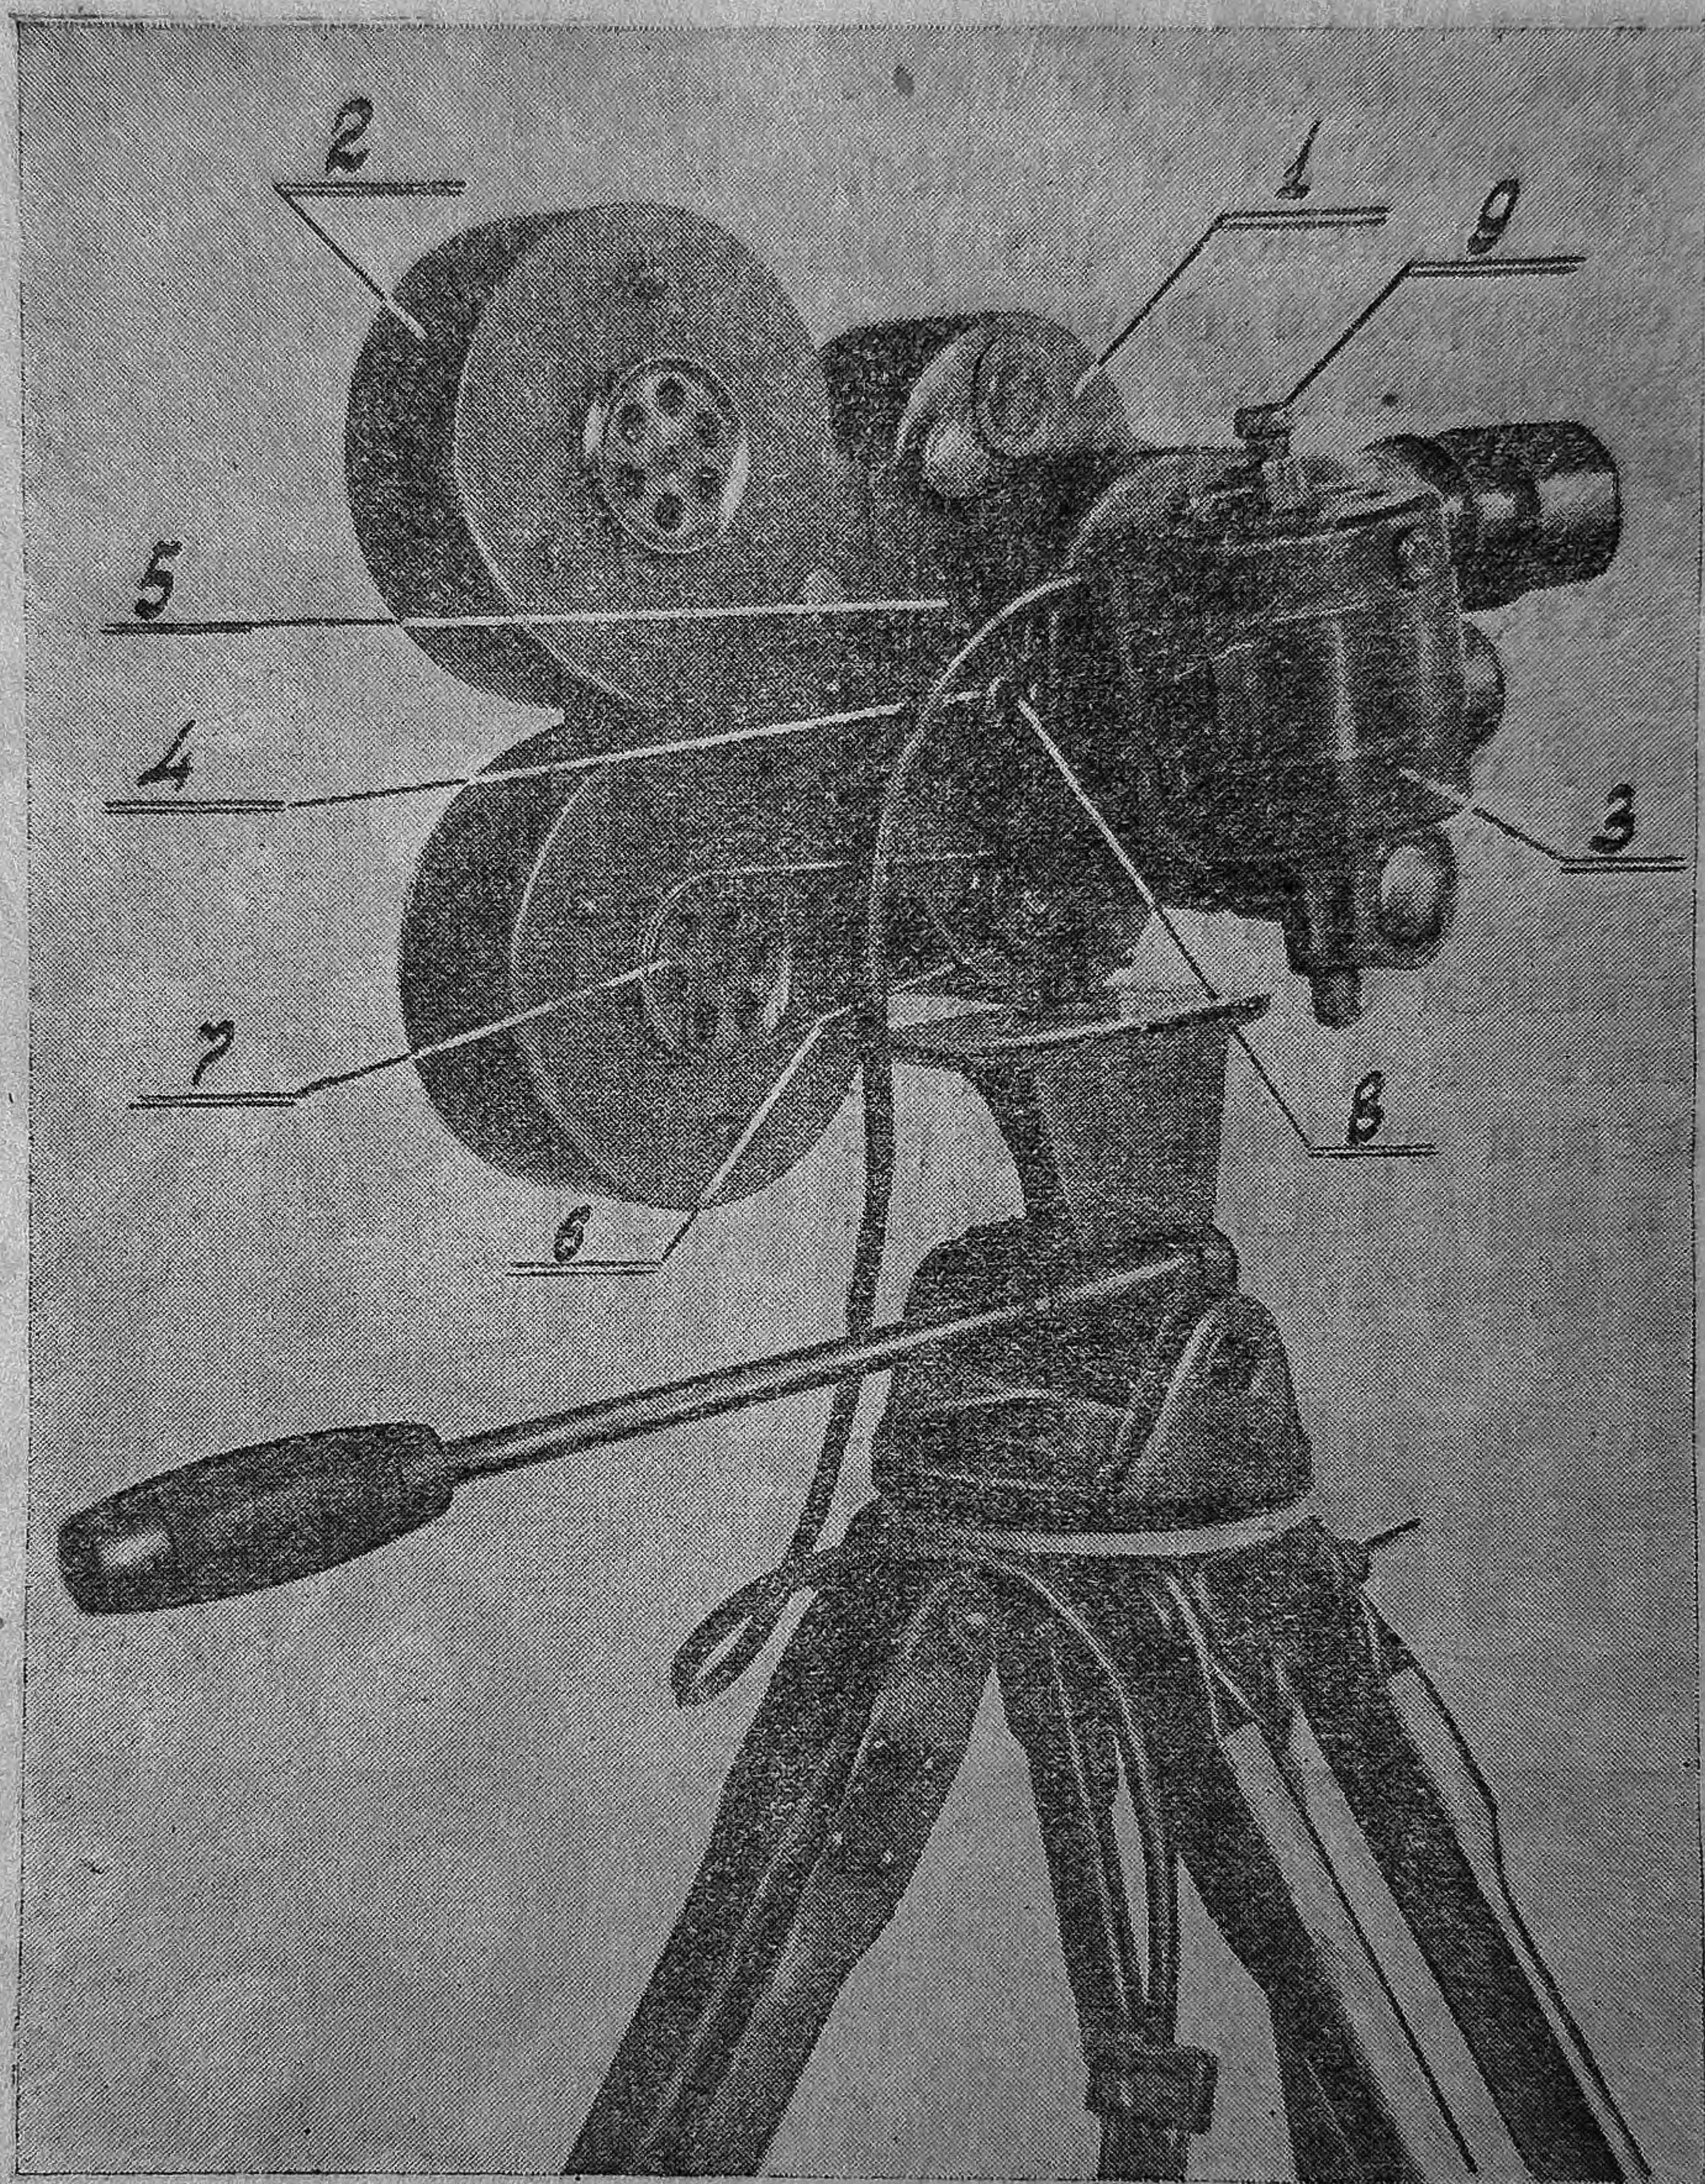
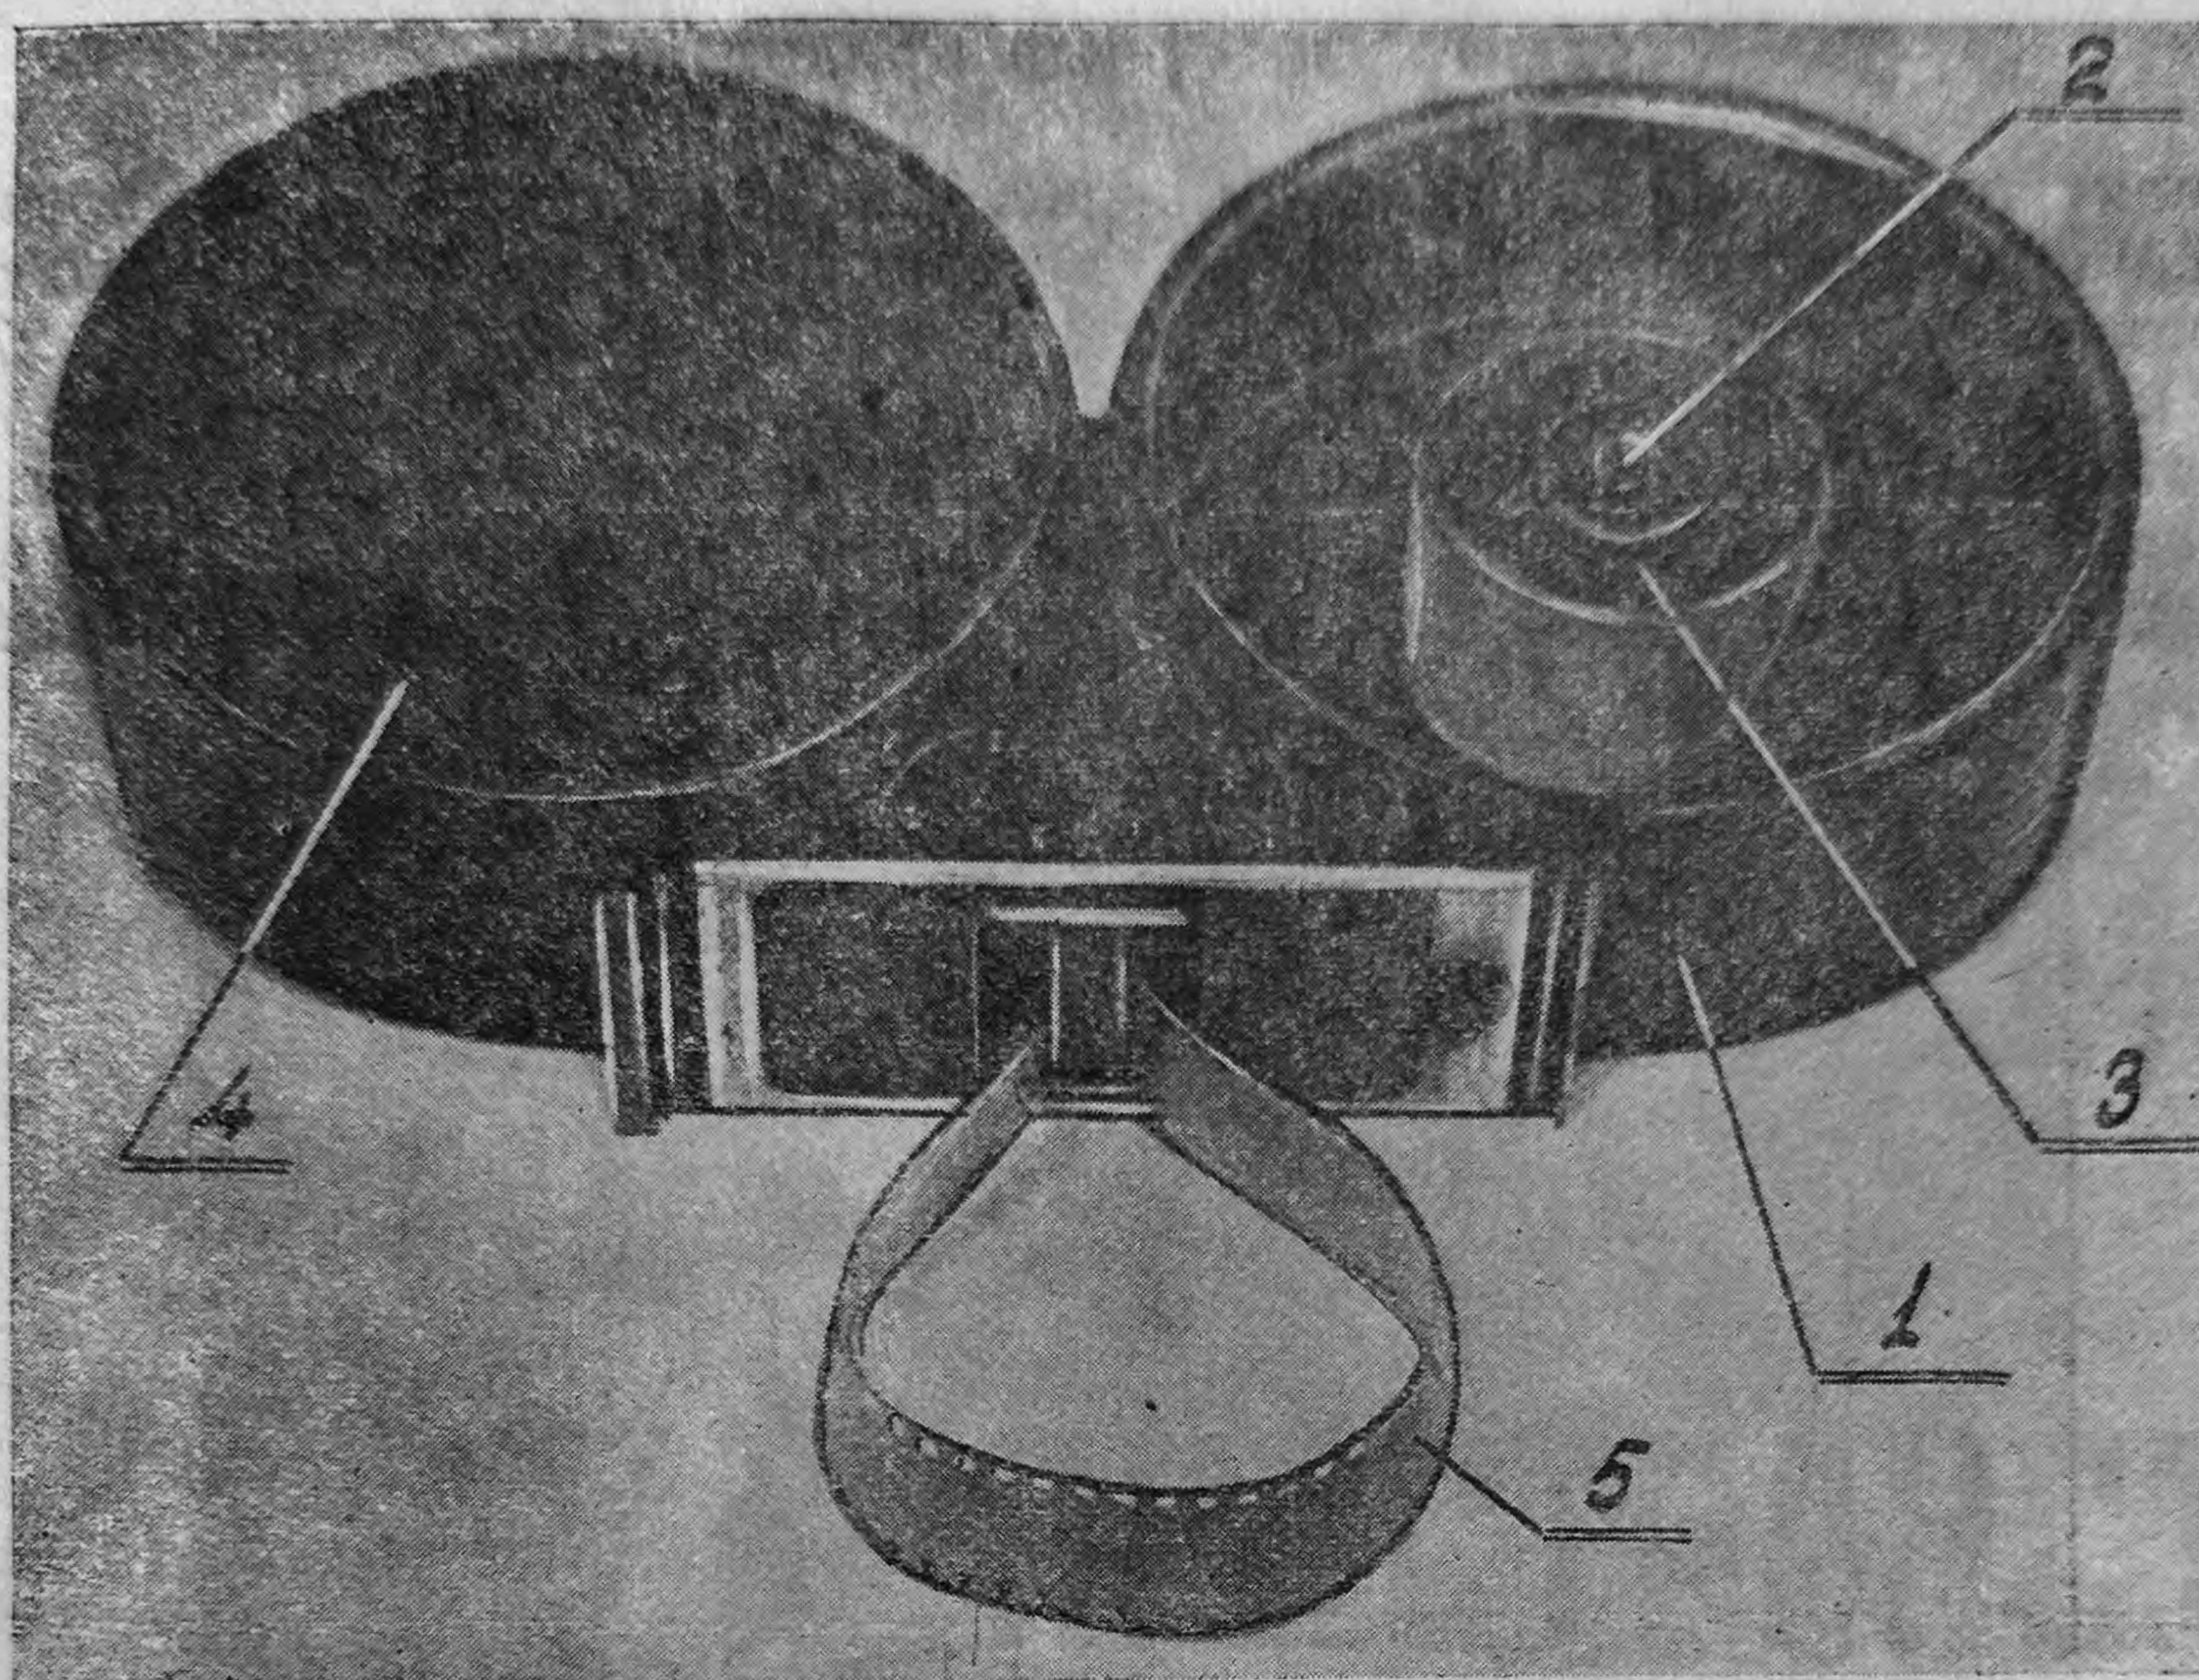
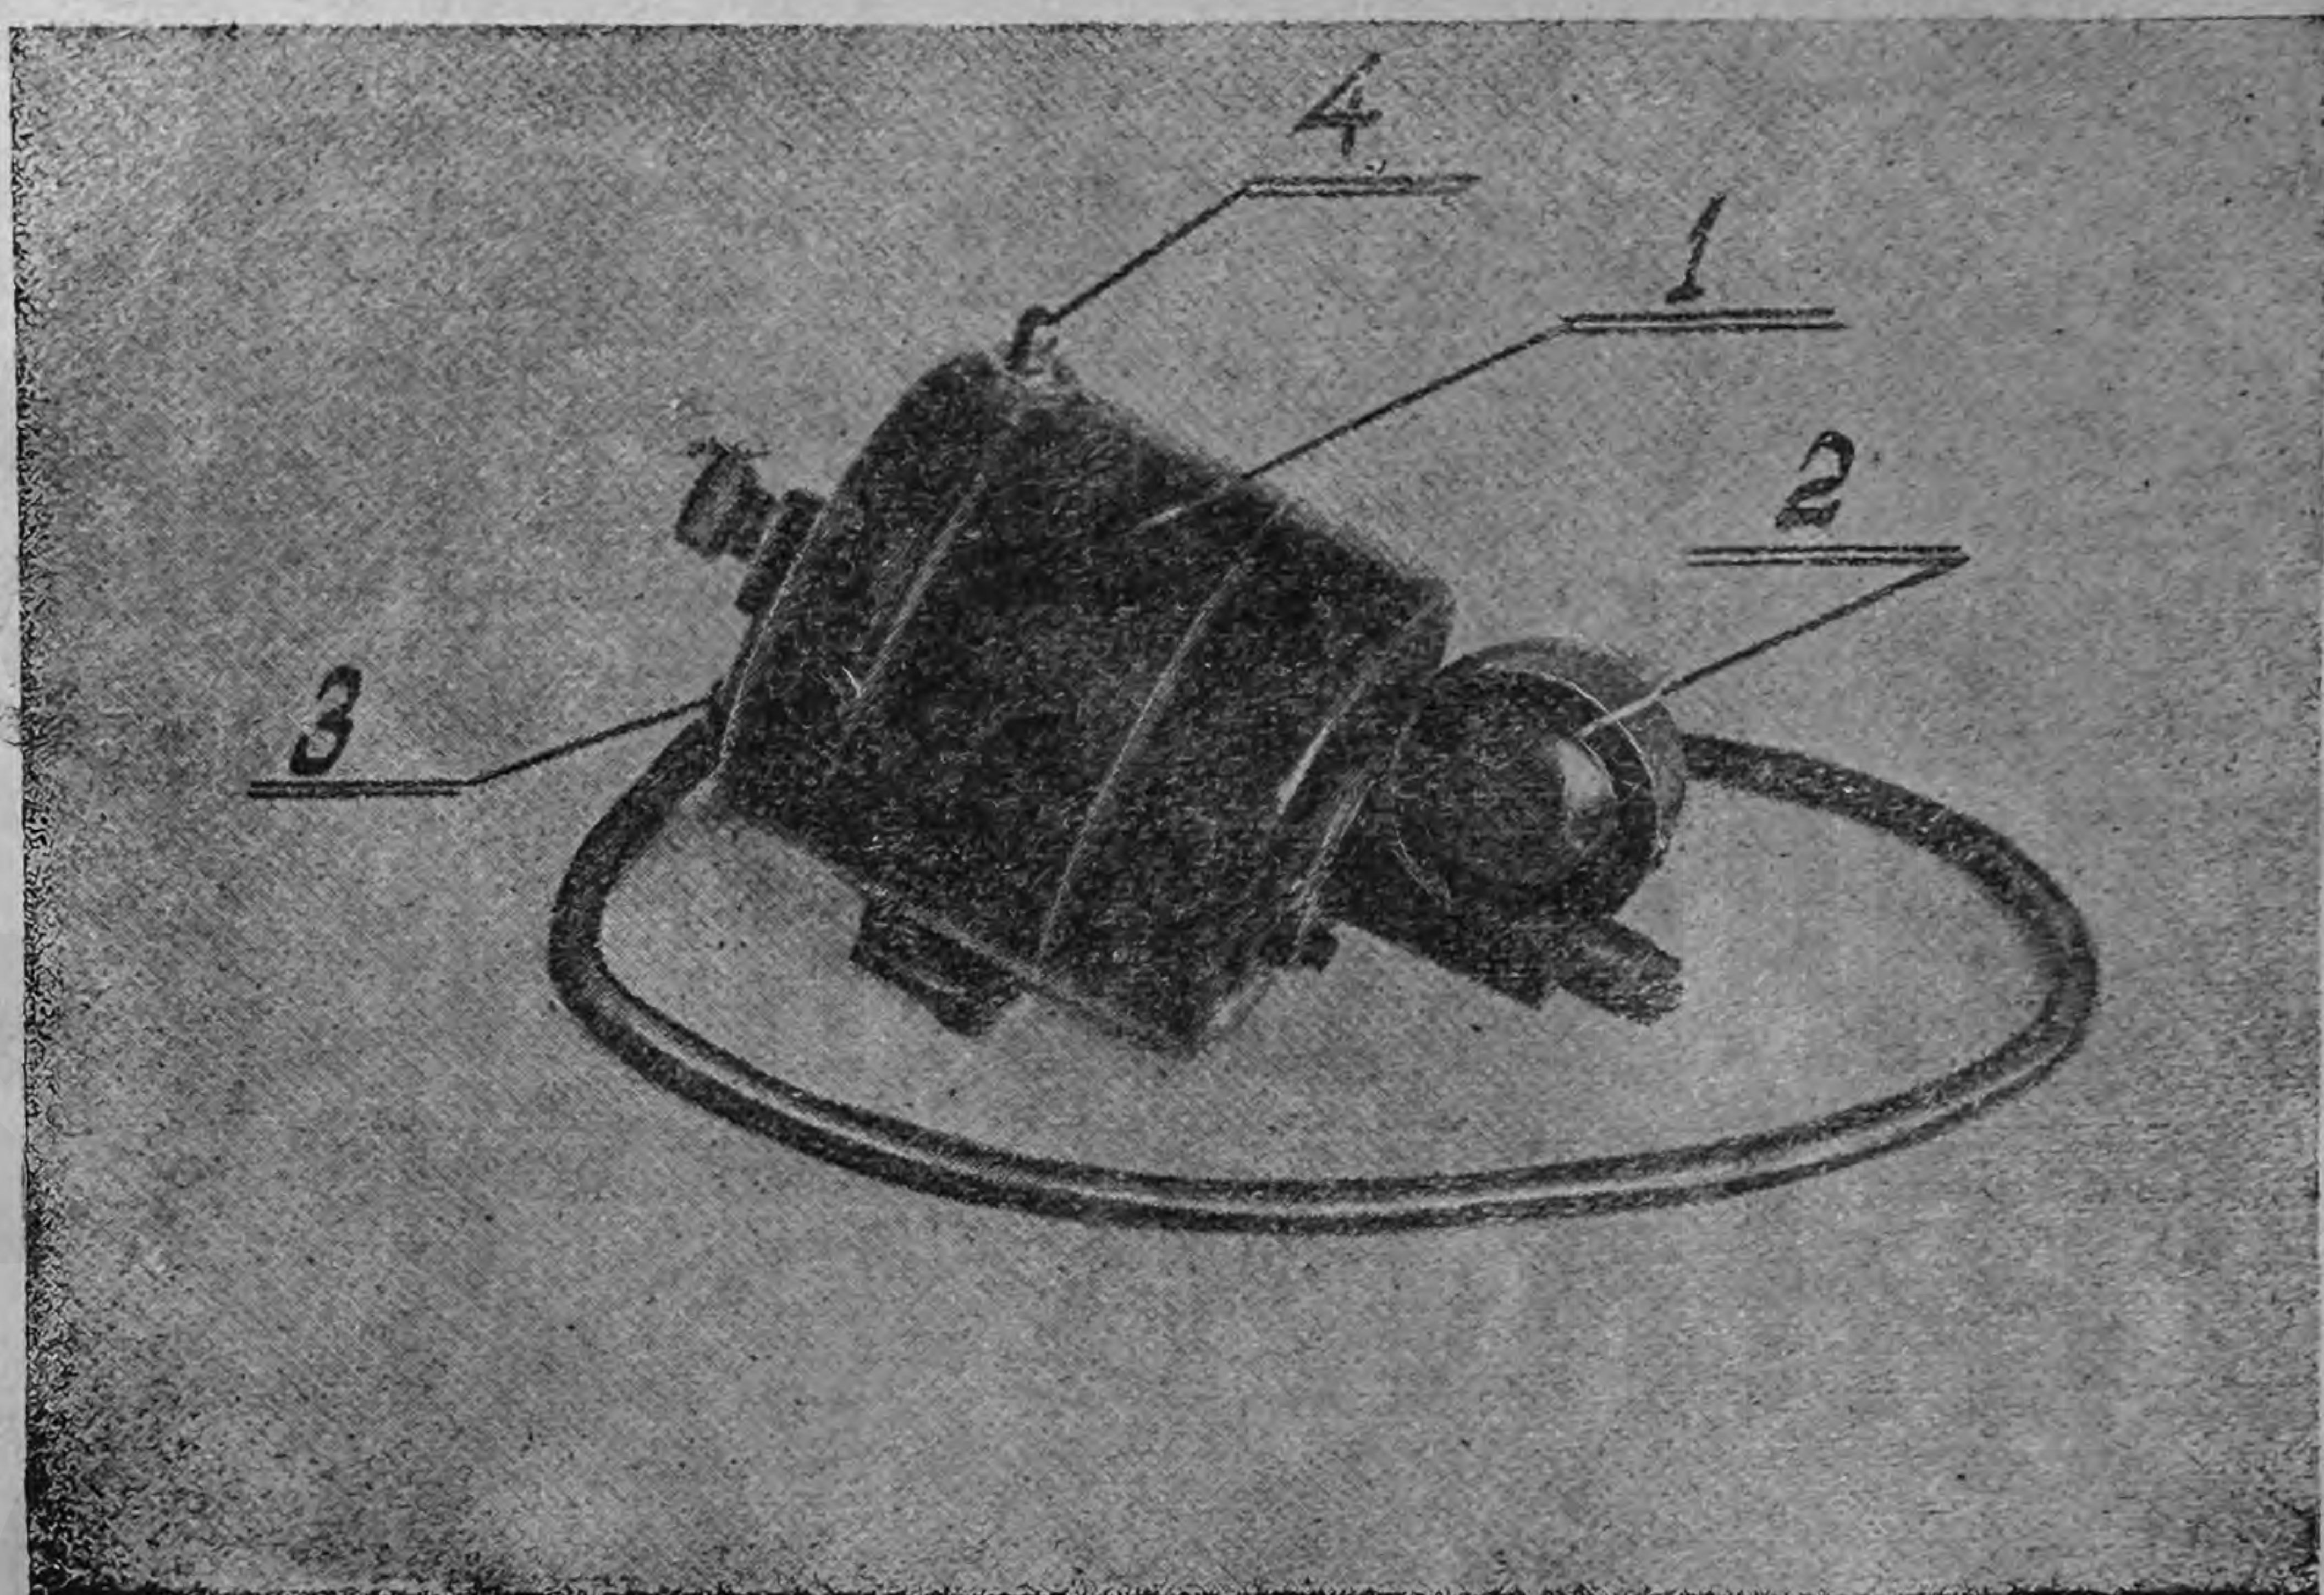

Рис. 24.
Рис. 25.
Рис. 27.
3) Держатель 4 (рис. 24) и винт с барашком 5, служащие для укрепления на аппарате электромотора.
Корпус кассеты 1 (рис. 25), изготовленный из силуминовой отливки, имеет два отделения, одно из которых (на рисунке 25 закрытое крышкой) служит для еще не экспонированной пленки, а второе (крышка снята), для приема пленки, прошедшей через аппарат.
На валу 2 (рис. 25) снаружи укреплен шкив 7 (рис. 24), приводимый в движение стальным пружинным пассом 6 (рис. 24). При вращении вала 2 (рис. 25), вращается также связанная шпонкой съемная бобышка 3,
на которую и наматывается пленка. Понятно, что не экспонированная пленка должна быть перед зарядкой кассеты намотана на такую же бобышку 3 (рис. 25).
Для избежания трения скольжения между деталями кассеты и пленкой при прохождении последней через щели кассеты, в кассете установлены ролики. Кассеты заряжаются пленкой, как указано на рис. 25 и устанавливаются на аппарат с готовой петлей 5. Крышки 4 (рис. 25) кассеты закручиваются на резьбе.
Электромоторный привод см. рис. 27 и 3 (рис. 24), представляет собой агрегат состоящий из: а) электромотора постоянного тока серийного типа 12 вольт, 26 ватт при 3000 об/мин. 1 (рис. 27) и б) редуктора с червячной парой 2 (рис. 27). Кроме того электромоторный привод снабжен специальным пальцем 8 (рис. 24), служащим для укрепления привода на аппарате, выключателем 4 (рис. 27) и ручкой 9 (рис. 24), предназначенной для проворачивания аппарата при зарядке.
Примечание. Картер редуктора 2 (рис. 27) и масленка 3 (рис. 27) наполнены маслом.